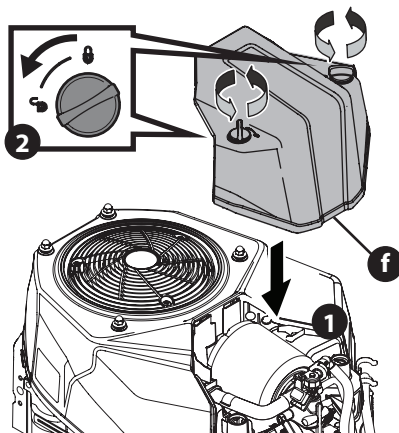

Figura 13
7. Coloque la tapa del filtro de aire (f) (Figura 13). Gire tornillos en sentido horario hasta que quede ajustado. Revise si hay desalineación.